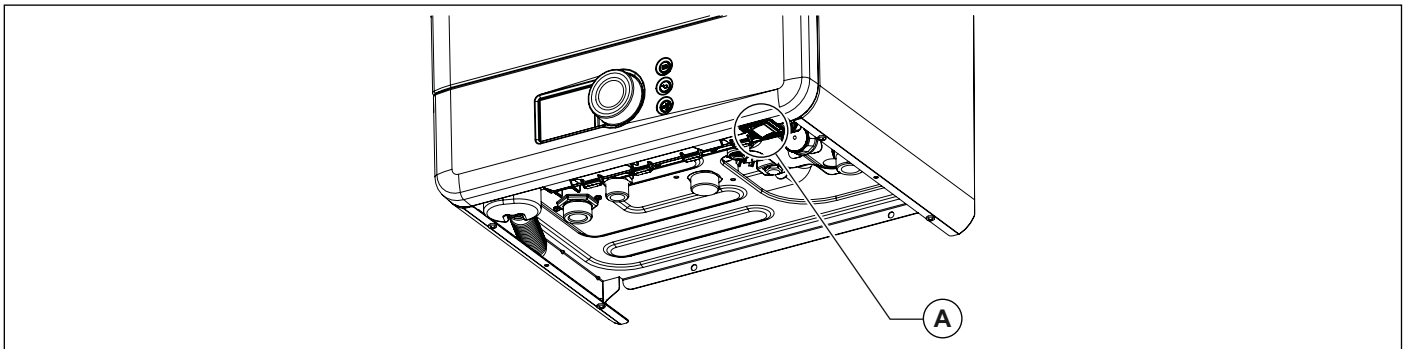

Abb. 2 Stromzufuhr, Geräte Ein-/Ausschalter
- Die Stromzufuhr **A** einschalten (siehe Abb. 2 Stromzufuhr, Geräte Ein-/Ausschalter).